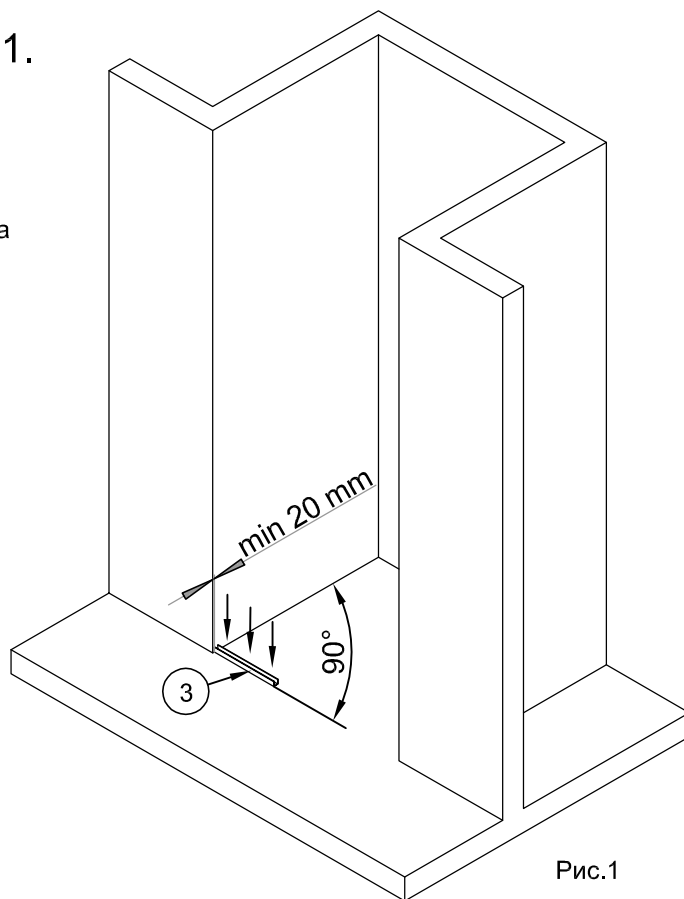

Рис.1
1.1. Отмерьте расстояние от наружной стены до внешней поверхности профиля на пол №3. Чтобы избежать скола угла наружной стены при сверлении отверстия под держатель стекла - рекомендуемое расстояние не менее 20 мм (рис.1).
Прижмите профиль №3 к стене под прямым углом (рис.1).
1.2. Карандашом или фломастером проведите разметку мест сверления отверстий под дюбели, используя отверстия в профиле №3 для его крепления (рис. 1).